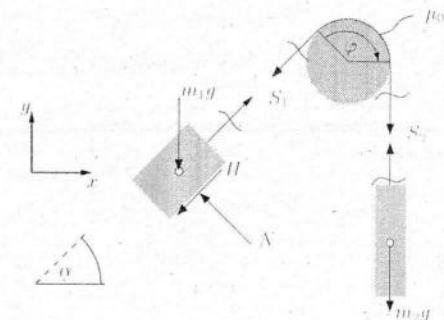

Abbildung 5.2: Freikörperbild
5.1) Ergänzen Sie das folgende Freikörperbild (Abb. 5.2) um das Freikörperbild von m_1 mit allen angreifenden Kräften für den Fall, dass sich der Körper mit Masse m_2 gerade noch nicht nach unten bewegt.
Freikörperbilder (Abb. 5.2)?